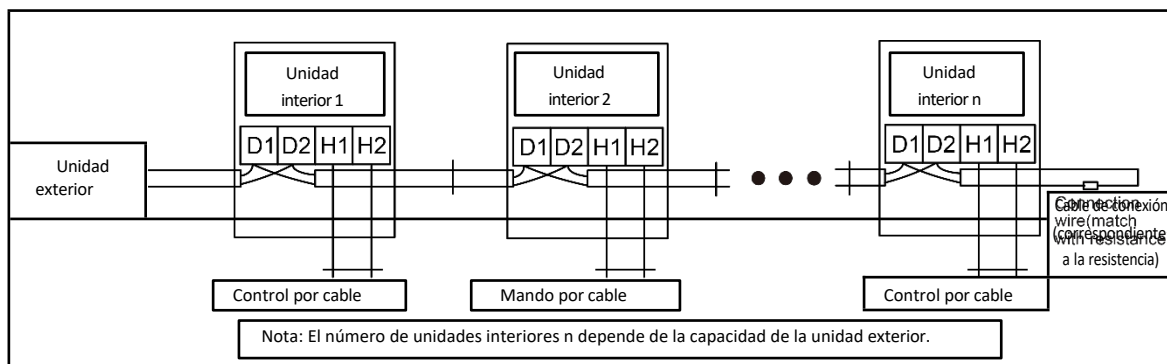

Fig. 5.3.2
- 5 Para una comunicación más fiable, asegúrese de conectar la resistencia de terminal a la unidad interior situada más abajo en el bus de comunicación (terminales D1 y D2), tal y como se muestra en la Fig. 5.3.2; la resistencia de terminal se suministra con cada unidad exterior.